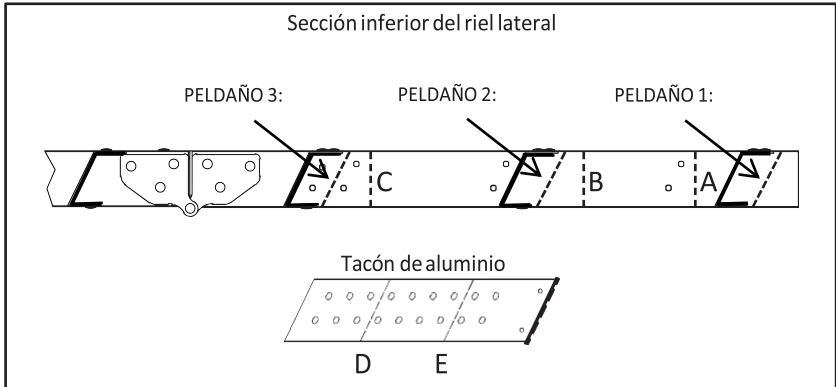

FIGURA 12
B. Determine la ubicación de corte del larguero de la escalera y de los tacones dependiendo de la altura de su techo. Siga la tabla 3 y la figura 12.